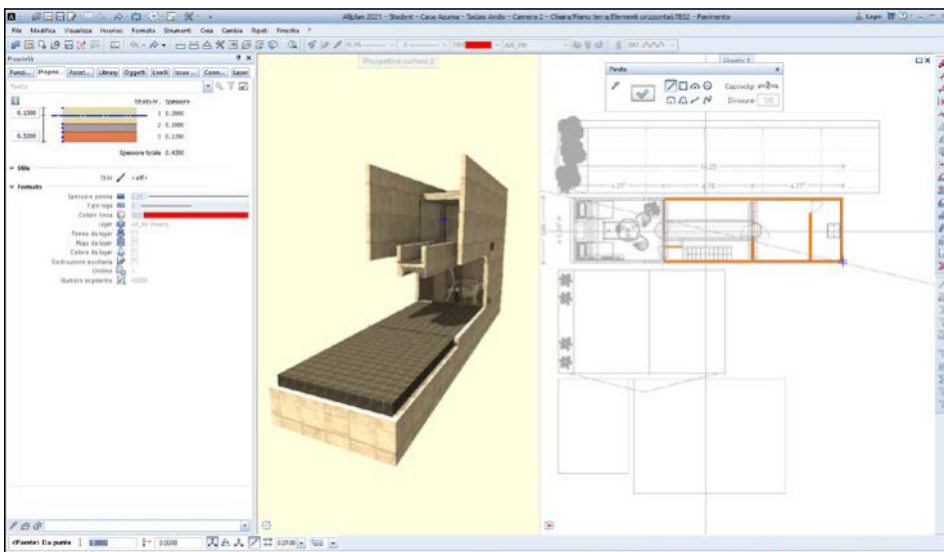

Fig. 25
- Campiture (si può decidere la campitura della parete nella vista 2D) (Fig. 25)